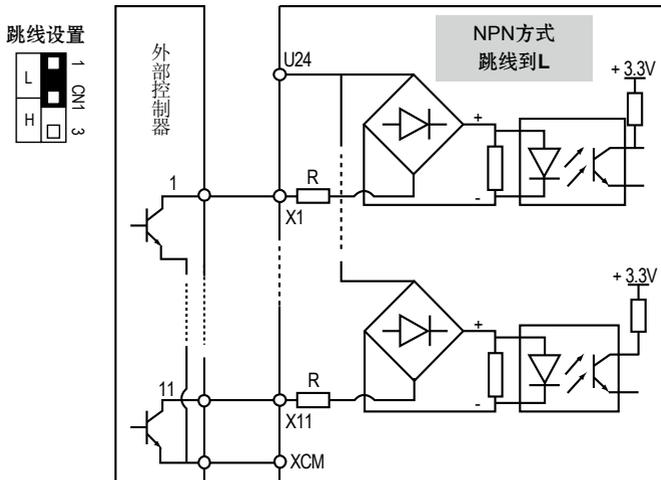

图 4-27 接口板使用内部 24V 电源时 NPN 型信号（源极）输入接线示意图
1. CN1 跳线到 L 时，外部控制器为 NPN 型的共发射极输出的连接方式，如图 4-27 所示。